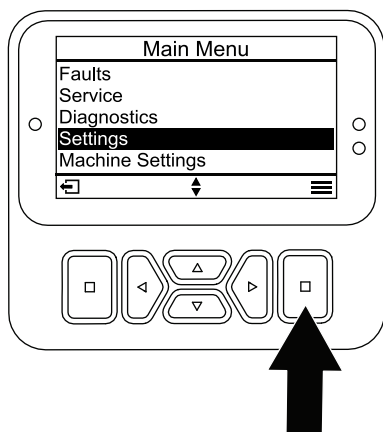

Figura 18
1. A partir do MENU PRINCIPAL, percorra até ao menu de DEFINIÇÕES e prima o botão de seleção (Figura 18).